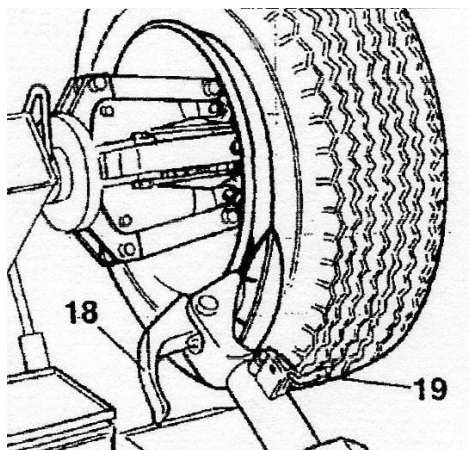

Рисунок 16
– С помощью нижней рукоятки управления (поз. 15, Рисунок 3) наклоните рычаг в нерабочее положение, переместите его и закрепите во внутреннем положении (Рисунок 16).
Примечание: *В ходе отжима борта можно опустить захват зажимного устройства (поз. 18, Рисунок 16), чтобы он не мешал работе.*